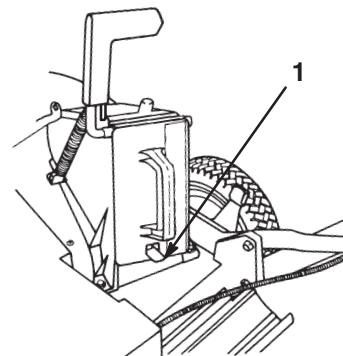

Bild 6
- Schieben Sie die Abdeckung ganz hinein, bis der Federclip an der Unterseite der Abdeckung einschnappt (Bild 6).